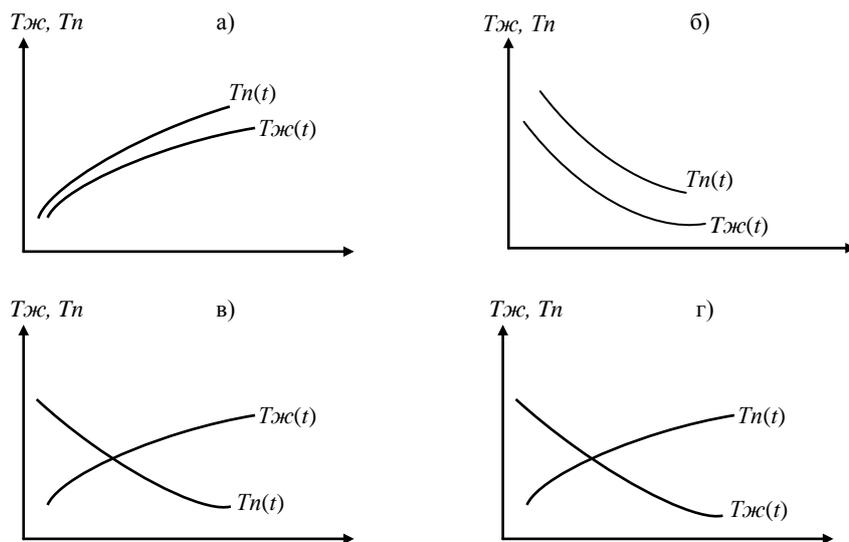

Рис. 4. Основные варианты развития технологических процессов
2. Определите, какие из вышеперечисленных вариантов указаны на рис. 4.
3. Определите, какие из указанных на рис. 4 вариантов не обеспечивают прогрессивного направления технического развития и почему.